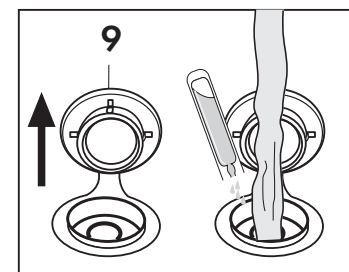

Fig. 23
• Versare un flacone da 10 ml nella caldaia (con 0,5 l di acqua, togliendo il tappo (9. **(Fig. 23)**) e procedere con il normale funzionamento.